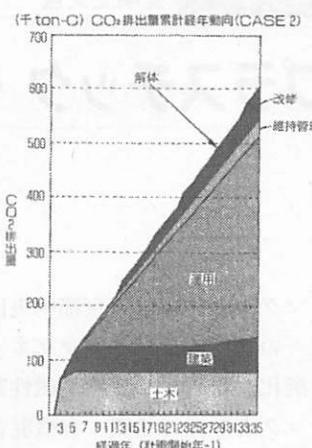

図4 CO₂排出量経年動向(CASE 2)
③CO₂排出抑制技術を導入した場合(CASE2)のCO₂排出量の推移(図4参照)